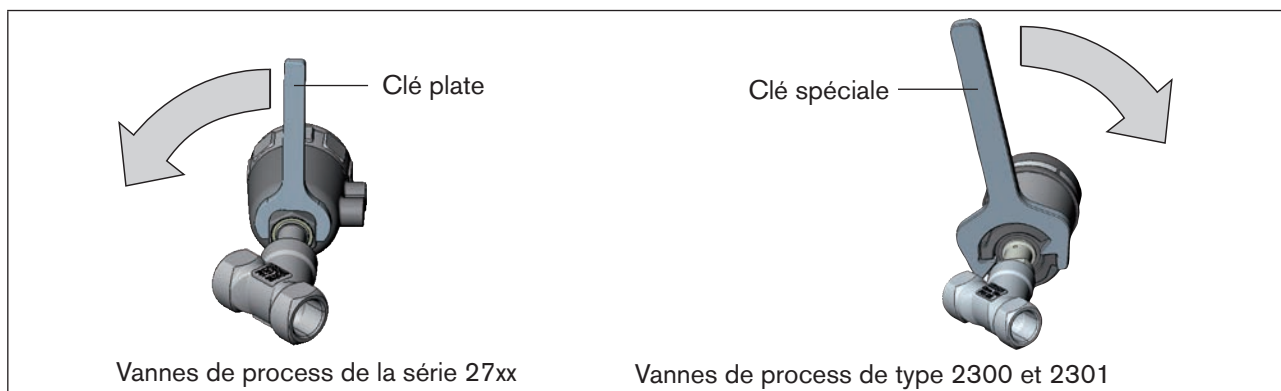

Figure 22 : Sens de rotation prescrit et outillage pour la rotation du module actionneur
- ▶ Tourner le module actionneur **uniquement dans le sens prescrit** (voir « Figure 22 : Sens de rotation prescrit et outillage pour la rotation du module actionneur »)!